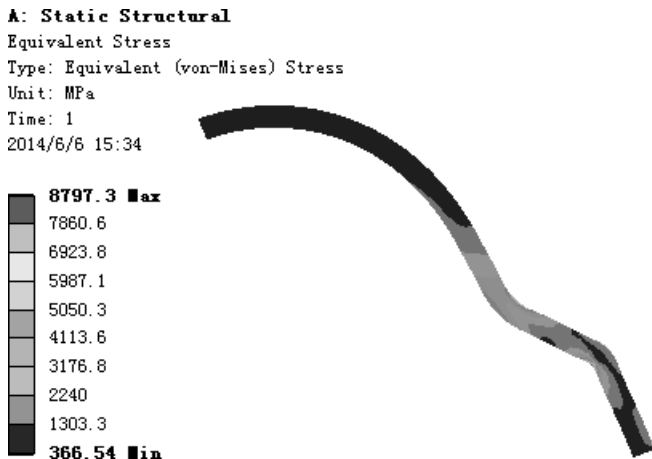

图 7.5.44 应力结果图解
(1) 求解分析。在顶部工具栏中单击 **Solve** 按钮求解分析。
(2) 查看应力结果图解。单击 **Solve** 按钮,在“Outline”窗口中选 **Equivalent Stress**,查看图 7.5.44 所示的总应力结果,其最小应力为 366.54MPa,最大应力为 8797.3 MPa。